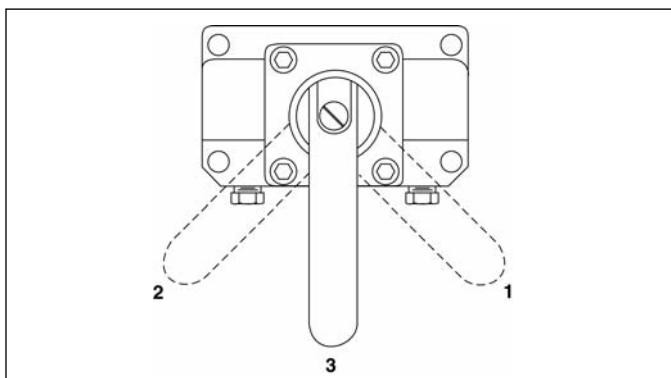

Figura 8
A válvula de controle da bomba direciona a saída do fluido hidráulico ou retorna dos componentes do sistema hidráulico. Estes modelos contêm válvulas de 3-vias, 2-posições. As posições das válvulas são mostradas na Figura 8: 1 - Avançar, 3- Retrair. Para avançar o cilindro, mude a válvula para a posição de avanço (1) e pressione a chave pendente.
Modelos PUJ 1400B/E e PUJ-1401B/E (Figura 8)